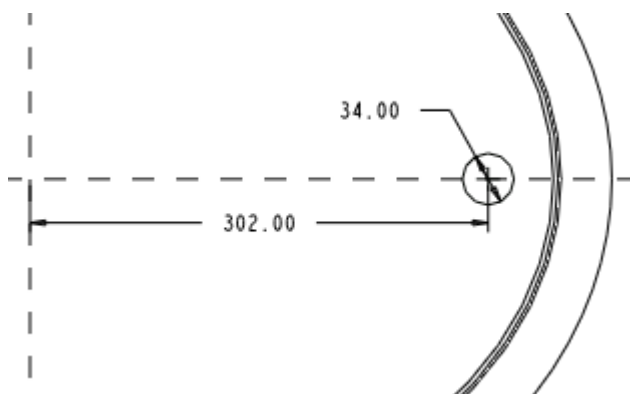

图 50-14
- (3) 单击【草绘】按钮，进入草绘工作环境，绘制如图 50-14 所示的一个圆，单击草绘命令工具栏中的  按钮，完成拉伸截面的绘制。